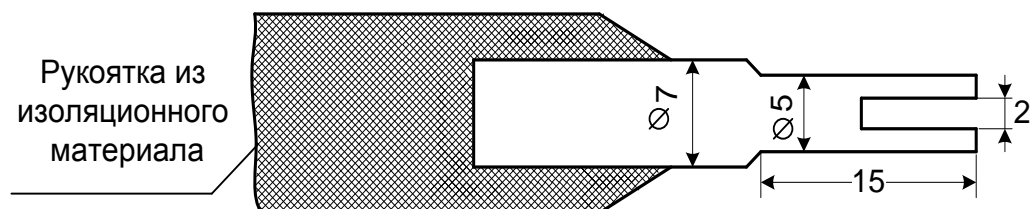

Рисунок 4. Приспособление для регулировки пружин автопереключателя
7.5.5 Регулировка пружин контактных колодок автопереключателя (при необходимости) производится при выключенном положении курбельного контакта и при отсутствии ножей между контактными пружинами специальным ключом (см. рис. 4), следующим образом: